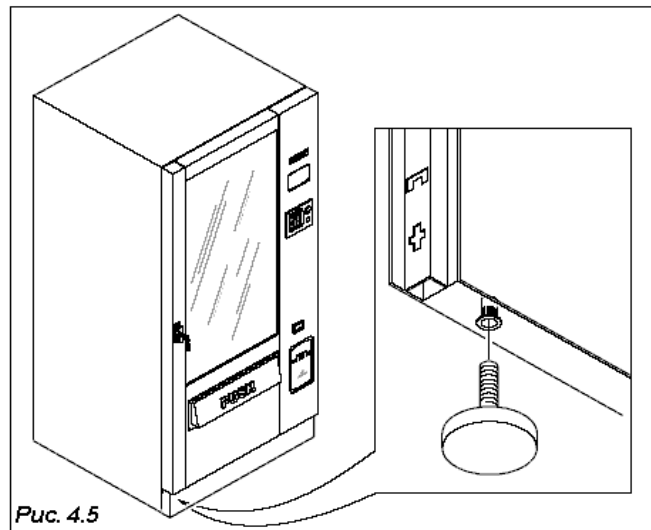

Рис. 4.5
- Уберите поддон и вставьте четыре ножки в пазы с резьбой (рис. 4.5), которые освобождены от болтов (А)